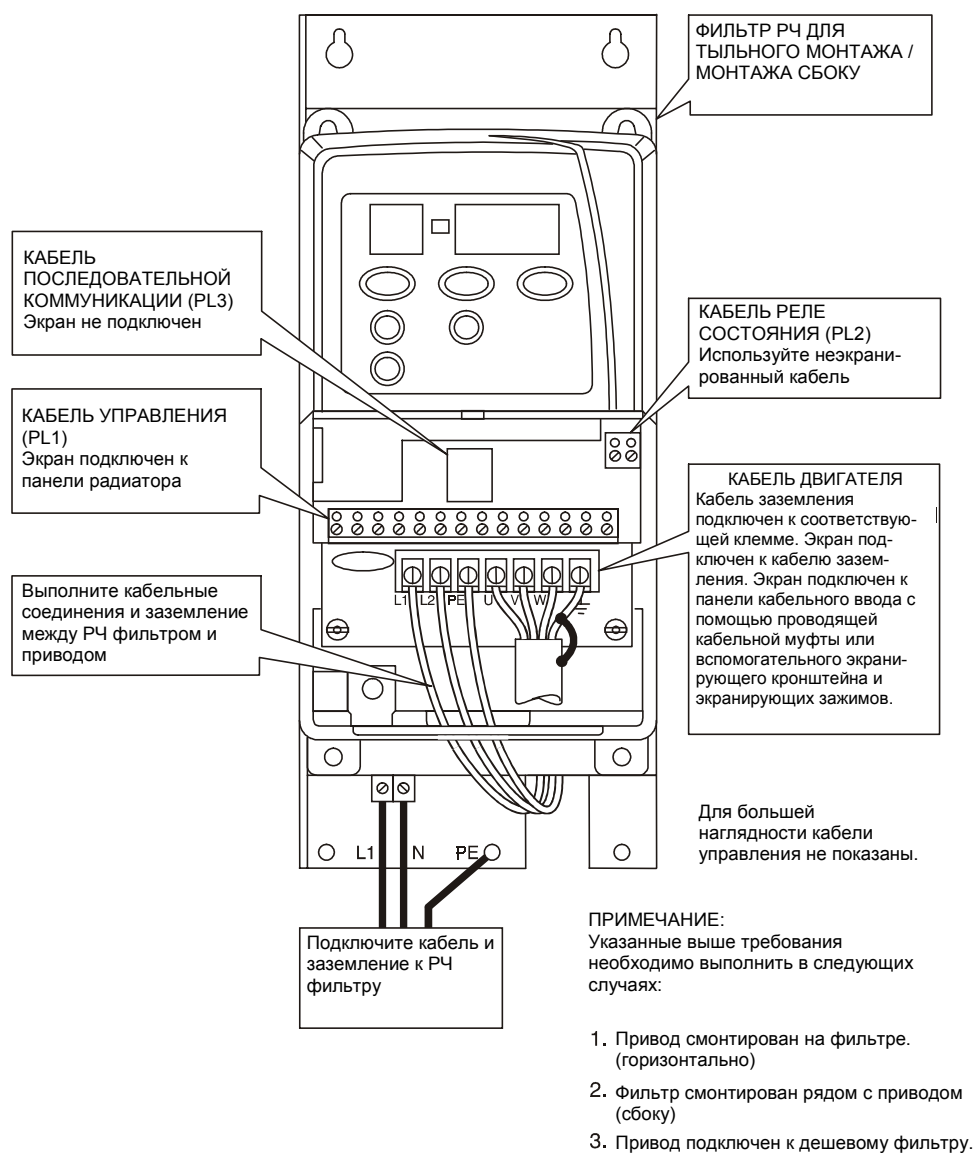

Рисунок 4.7 Полный комплекс мер по обеспечению электромагнитной совместимости
4.5.2 Полный комплекс мер по обеспечению электромагнитной совместимости (рисунок 4.7)